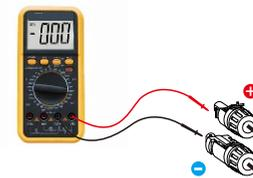
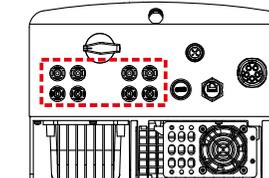

Figura 5.17 Medição com multímetro
Figura 5.18 Conectar os conectores DC ao inversor
5. Meça a tensão FV da entrada DC com um multímetro, verifique o cabo de entrada DC polar (consulte a Figura 5.17) e certifique-se de que cada cadeia de células de tensão FV esteja dentro da faixa de operação do inversor. Conecte o conector DC ao inversor até ouvir um leve clique que indica que a conexão foi bem-sucedida. (consulte a Figura 5.18)